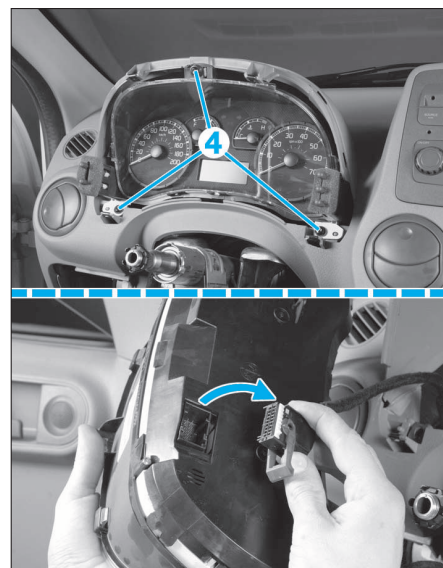

FIG. 38
- Déposer les vis de fixation (4) (Fig.38), puis extraire partiellement le combiné.